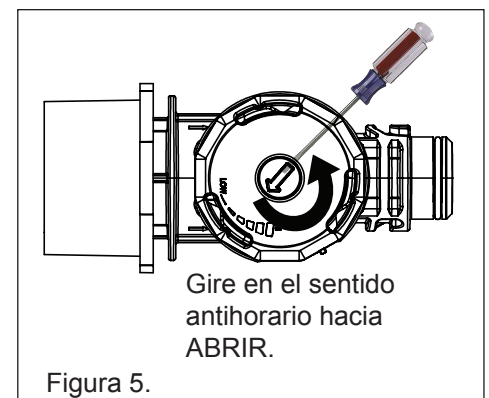

Figura 5.
4. Ajuste la válvula en el accesorio de pared utilizando un destornillador plano al girar la válvula en sentido horario (para reducir el caudal) o en sentido contrario (para incrementar el caudal) de manera tal que el émbolo blanco se alinee con las flechas de las marcas del calibrador de caudal. **Véase figura 5.**